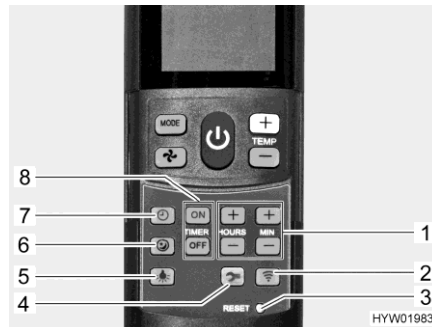

Bild 188 Fernbedienung mit Einstell-tasten (Klimaanlage)
- Taste Sanftlauf (Bild 188,6) drücken. Im Kühlbetrieb läuft das Gebläse dann mit niedriger Drehzahl und deshalb besonders leise.
- Taste Uhrzeit (Bild 188,7) drücken.
- Mit den Tasten (Bild 188,1) Stunden und Minuten einstellen.
- Taste "ON" (Bild 188,8) drücken.
- Tasten für die Zeiteinstellung (Bild 188,1) drücken, bis die gewünschte Zeitspanne bis zum Einschalten erreicht ist.
- Taste "OFF" (Bild 188,8) drücken.
- Tasten für die Zeiteinstellung (Bild 188,1) drücken, bis die gewünschte Zeitspanne bis zum Ausschalten erreicht ist.
- Taste "ON" oder Taste "OFF" (Bild 188,8) erneut drücken.
- Taste Licht (Bild 188,5) drücken. Das Licht wird mit der zuletzt eingestellten Dimmstufe eingeschaltet.
- Taste Licht (Bild 188,5) drücken und gedrückt halten, bis die gewünschte Helligkeit erreicht ist.
- Taste Licht (Bild 188,5) drücken.
- ▷ Die Taste Setup (Bild 188,4) dient dazu, die Fernbedienung bei der ersten Inbetriebnahme mit der Klimaanlage zu verbinden.